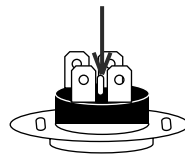

Рис. 6
- нажать до щелчка кнопку, расположенную по центру термовыключателя (имеет круглую форму), рис. 6;